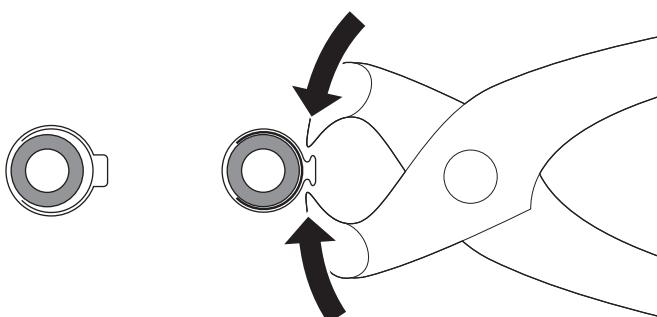

Fig. 25
- Compresser les colliers de serrage à une oreille avec la pince de montage (Fig. 25).